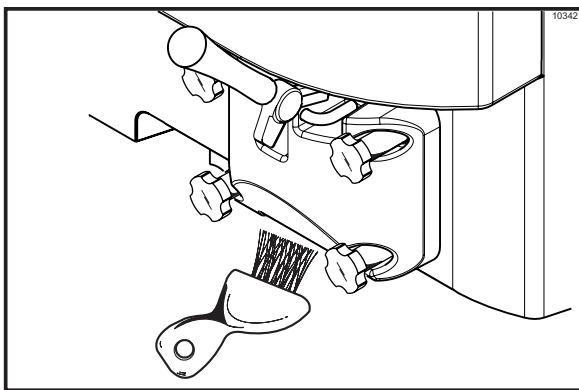

Figura 122
**Nota:** Para asegurar que se mantengan condiciones sanitarias, cepille cada artículo durante 60 segundos, mojando repetidamente el cepillo con solución limpiadora. (Vea la figura 122.)